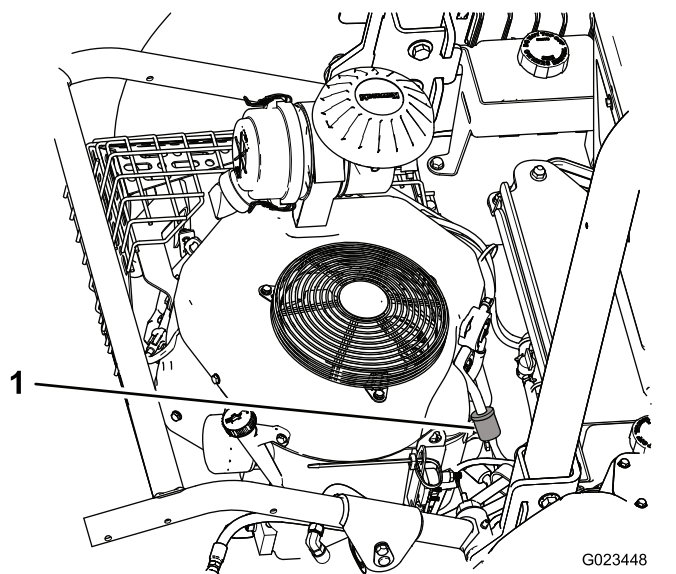
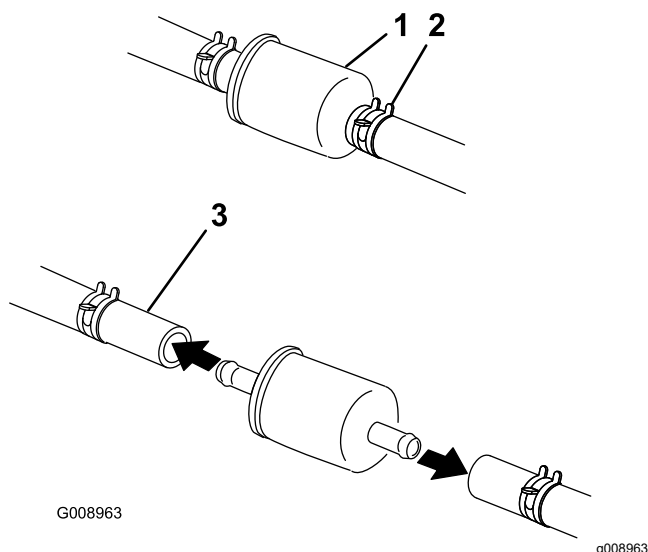

Figure 45
Figure 46
2. Desserrez le collier de flexible sur le côté carburateur du filtre, et débranchez la conduite de carburant du filtre (Figure 45 et Figure 46).